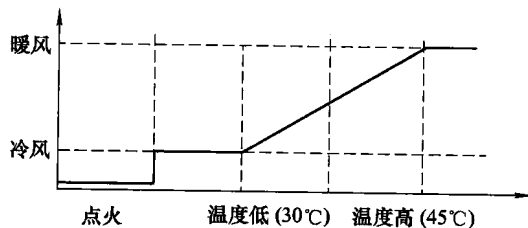

图 1-6 预热控制
(6) 预热控制。冬天, 车辆长时间停放后, 若马上打开鼓风机, 由于发动机冷却液温度较低, 此时吹出是冷气而不是想要的暖风, 因此, 鼓风机要在冷却液温度逐渐升高时才能逐步转向正常工作, 这一过程称为预热控制如图 1-6 所示。